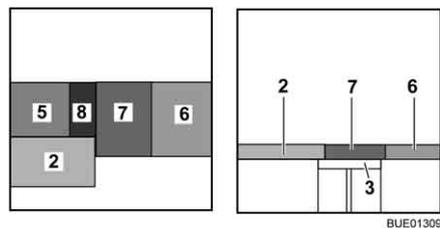

Fig. 129 Après la transformation
- Placer le coussin d'assise (Fig. 129,7) au centre.
- Placer le coussin de dossier (Fig. 129,6) entre le coussin d'assise et la cloison.